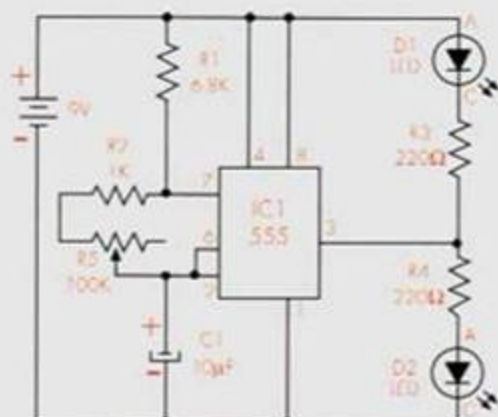

Figura 1. Diagrama esquemático
1. Arme en el protoboard el circuito que aparece en el diagrama esquemático de la figura 1. Use como guía de montaje el diagrama pictórico. Los componentes se pueden montar en cualquier orden a excepción de la batería, la cual debe dejarse para lo último. Revise la orientación del circuito integrado, de tal modo que sus pines no queden invertidos.